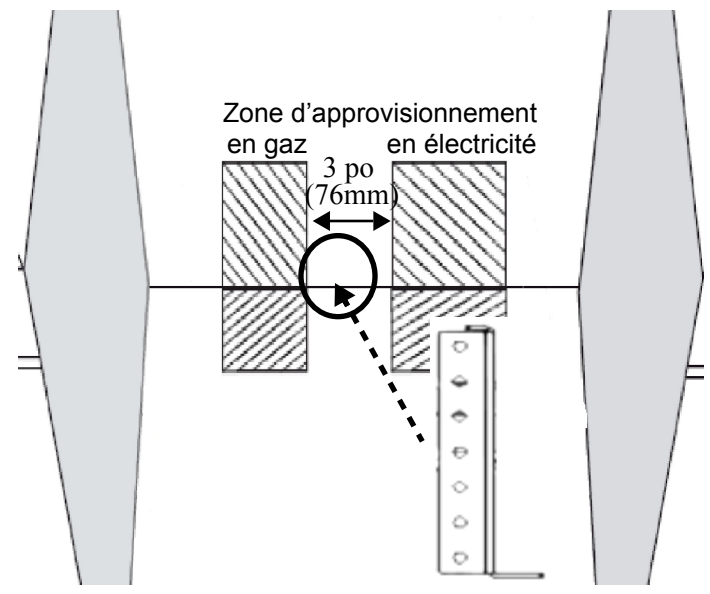
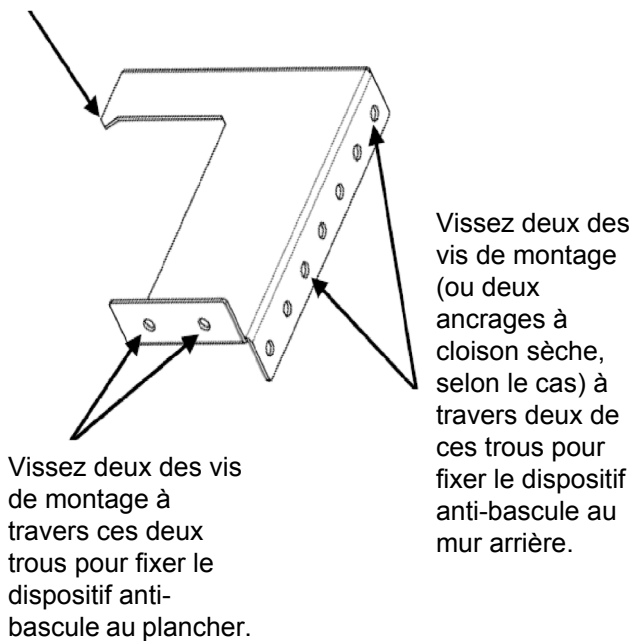

Figure 12: Emplacement pour le montage du support anti-bascule
Figure 13: Support anti-bascule
- Dans tous les cas, vous devez utiliser au moins deux vis de montage pour fixer le support anti-bascule au plancher, ou deux vis de montage (ou ancrages pour cloison sèche) pour le fixer au mur situé derrière l'appareil (voir *Figure 12* et *Figure 13*).
2. Placez le support sur le plancher près du centre de l'endroit où l'appareil sera installé (illustré sur la Figure 12).